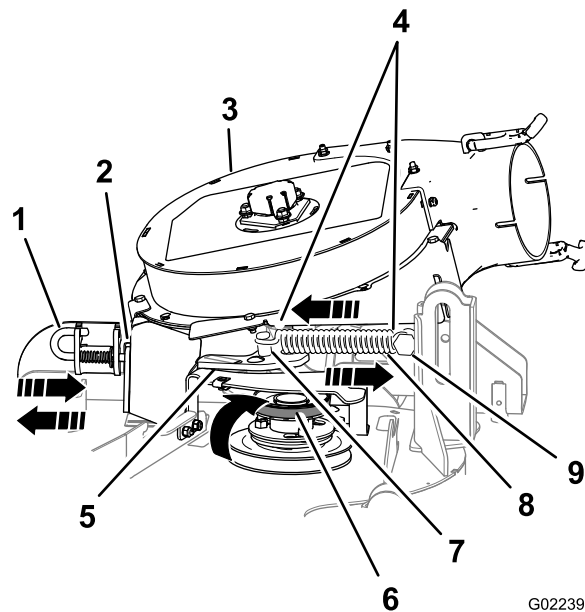

図 8
1. 固定されているスプリングポストから、スプリング付きイドラプーリを引き離し、イドラプーリからベルトを外す（図 8）。
2. アイドラピボット・ブラケットを固定スプリングポスト側に移動させる。アイドラスプリング・ポストからスプリングのフック部を外す（図 8）。
5. ブロアのラッチピンをオープン位置にして、ブロアを外側に向ける(図 8)。
- ブローラッチのピンを開いて、ブローをデッキ側に回し、ラッチのピンをシュートブラケットに固定する（図 8）。
- アイドラ/テンションプーリを、固定スプリングポスト側に倒して、スプリングのフックをアイドラスプリングポストに取り付ける（図 8）。